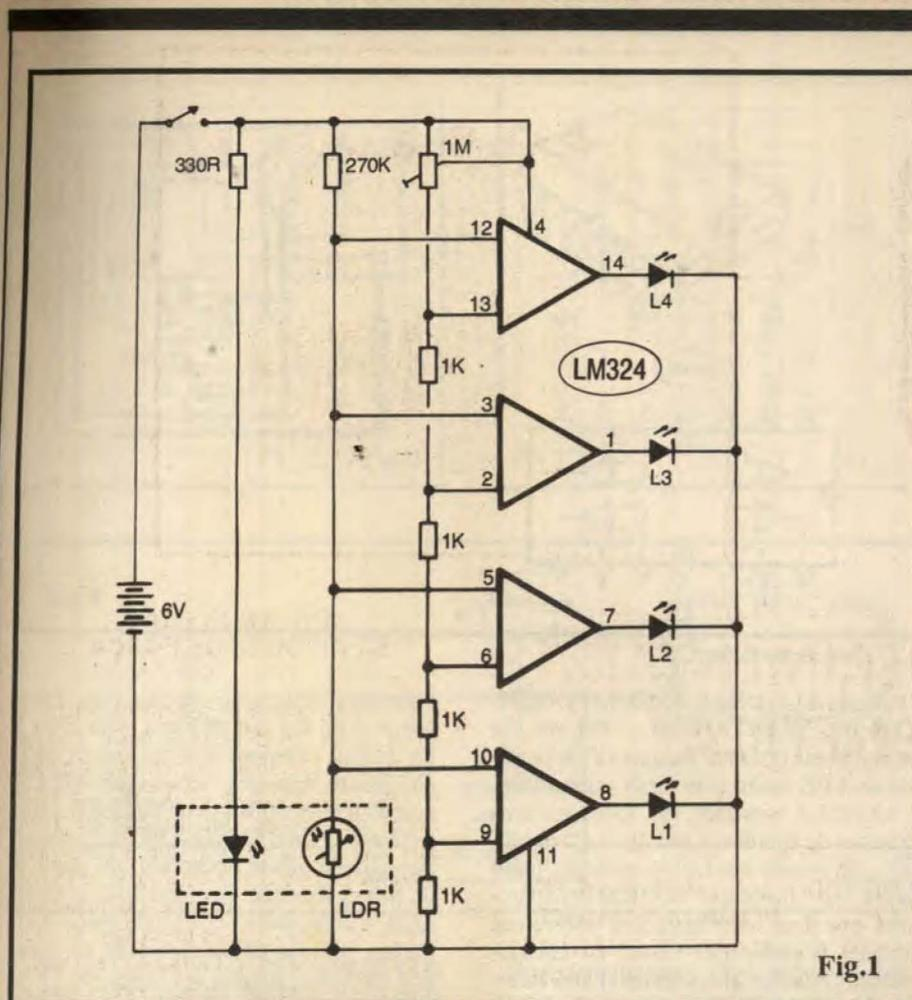

Fig.1
- **FIG. 1 - DIAGRAMA ESQUEMÁTICO DO CIRCUITO** - Um único Integrado Linear, bastante comum, sob o código **LM324**, contém os 4 Amplificadores Operacionais utilizados no arranjo como meros comparadores de Tensão (ou seja: não fazem uma amplificação *linear* propriamente, mas apenas avaliam e indicam quando determinado nível de Tensão pré-definido é *ultrapassado*...). Na saída de